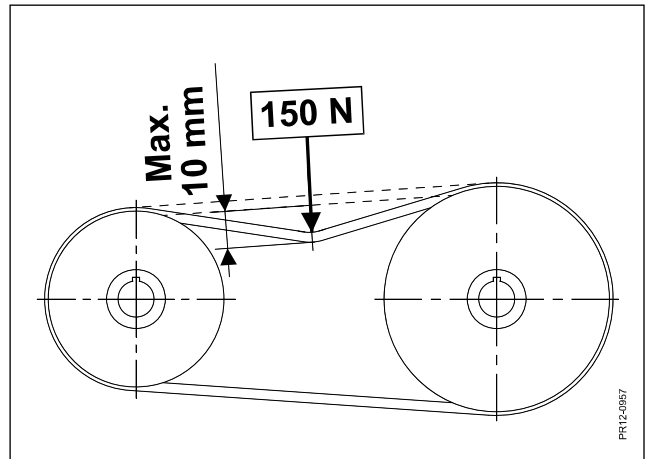

Fig. 2-15
4. **Fig. 2-15** Montér delene igen. Sikre, at kileremmene bliver strammet tilstrækkeligt. **Trykkes der med en kraft på 150 N (15kg) midt på de enkelte kileremme, må de maksimalt kunne bevæge sig 10 mm.**
5. Efter at maskinen er blevet omstillet til at køre et andet omdrejningstal, vendes PTO-akslen ved traktor således, at afmærkningen med det korrekte omdrejningsantal vender opad og er tydeligt læseligt, når man står foran maskinen. (se evt. side 13, pos. 11)